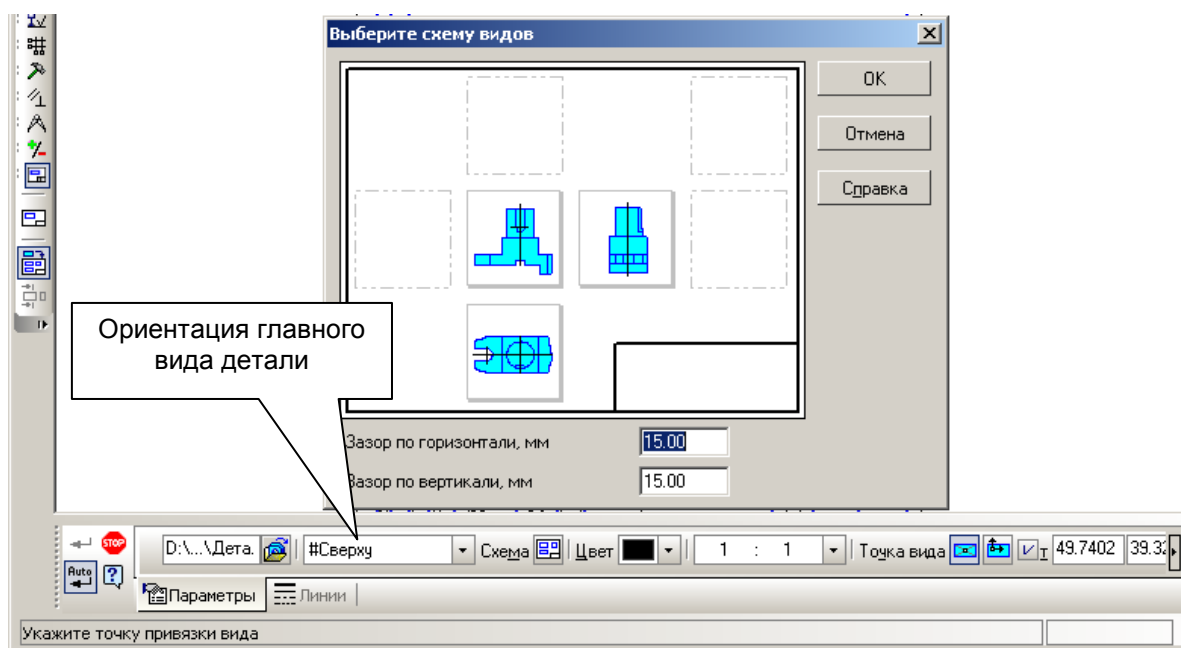

Рис. 3.53. Панель Свойств команды Ассоциативные виды: выбор схемы размещения ассоциативных видов детали
4. На панели Свойств команды Стандартные виды (рис. 3.53) выбирают параметры:
- при нажатии кнопки Схема открывается окно, в котором в схеме из шести стандартных видов выбирают требуемые для детали проекции: *Главный вид*, *Вид сверху*, *Вид справа*, *Вид слева*, *Изометрия YZX* или любой из них (см. рис. 3.53). Выбор видов заканчивают кнопкой ОК.
9.3. В появившемся списке файлов найти файл *«Деталь–Цилиндр»* и открыть его. Появится строка параметров (см. рис. 3.53). В окне **Ориентация главного вида** выбрать ориентацию *«Снизу»*. Во вкладке **Схема** выбрать необходимые проекции (указать курсором): *«Вид сзади»*, *«Вид сверху»*, *«Вид справа»* (или *«Вид слева»*).